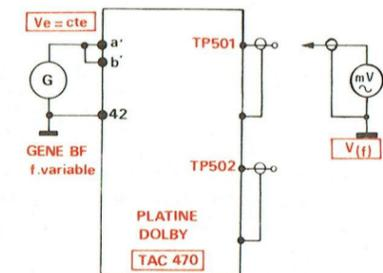

Fig. 37
12. CONTROLE DE LA COURBE DE REPONSE DU CIRCUIT « DOLBY » (Fig. 37 et 38)